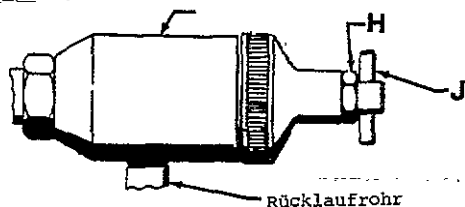

Abb. 4.1
Luft- und Materialschläuche mit dem Evenflo und der Pistole verbinden, wie in der TYPISCHEN INSTALLATION und Abb. 4.1 gezeigt. Schläuche im Abstand von ca. 500 mm zusammenbinden, dies erleichtert die Handhabung.
Um das Pumpen Relax-A-Valve (G) in automatische Position zu bringen, Mutter (H) lösen, T-Griff (J) im Uhrzeigersinn so weit es geht drehen, dann vier ganze Umdrehungen eindrehen und Mutter anziehen, siehe Abb. 4.1.